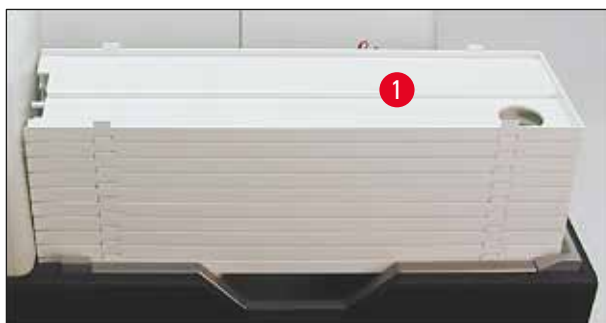

Fig. 43
1. Coloque una pila de tabletas (→ "Fig. 43-1") sobre la mesa elevadora de la estación de descarga (→ "Fig. 43").